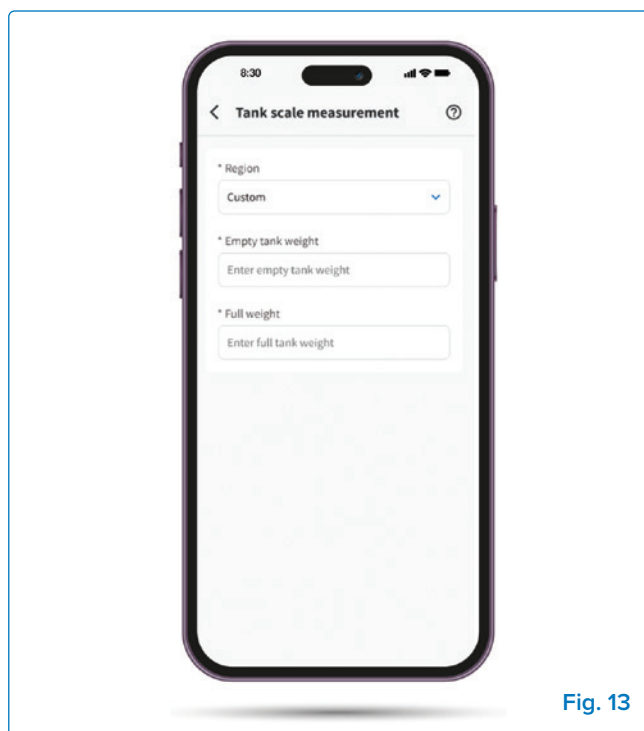

Fig. 13
- » **Réservoir personnalisé (optionnel)** : Saisissez le poids d'un réservoir vide et plein pour un suivi précis (Fig. 13).